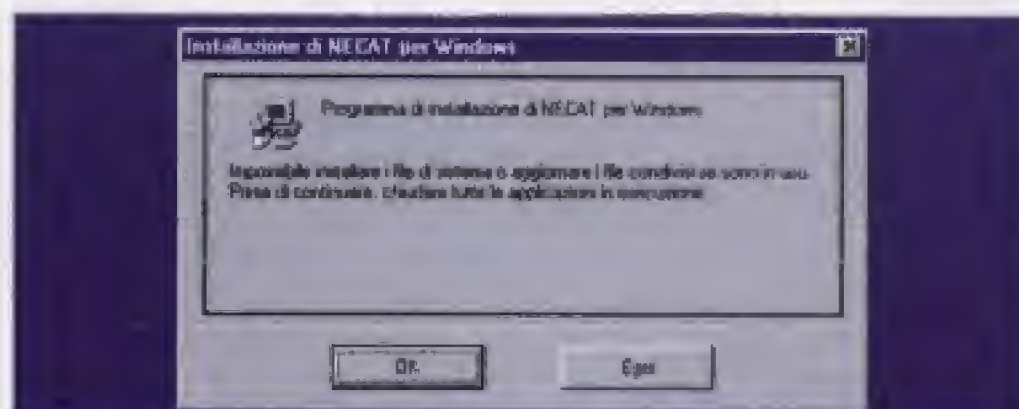

Fig.2 Per eseguire una corretta installazione è necessario cliccare su **Ok**.
– Il programma di installazione vi indicherà di volta in volta quale **numero** di dischetto inserire, perciò non dovete fare altro che seguire le indicazioni che appaiono a video. Dopo aver inserito il dischetto **n.2**, il computer vi segnalerà di chiudere eventuali programmi aperti. Per continuare con l'installazione cliccate su **ok** (vedi fig.2).